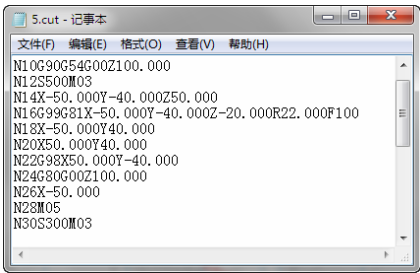

图 8-150 生成的数控代码
- 4) 输入文件名后选择“保存”按钮，系统提示“拾取加工轨迹”，应按顺序依次拾取加工轨迹。当拾取到加工轨迹后，该加工轨迹变为被拾取颜色。单击鼠标右键结束拾取，系统即生成数控程序。该程序是“记事本”文件，如图 8-150 所示。拾取时可使用系统提供的拾取工具，可以同时拾取多个加工轨迹，被拾取轨迹的代码将生成在一个文件当中，生成的先